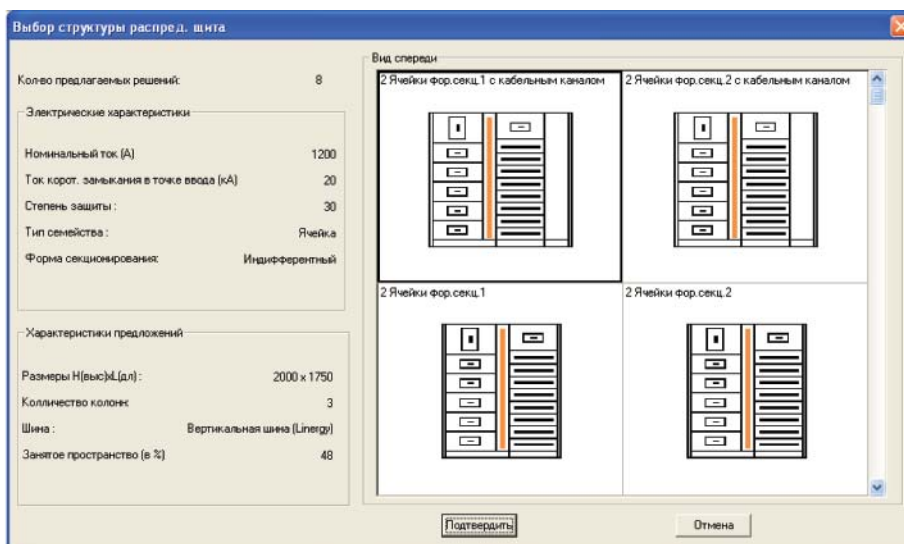

Рис. 68
- ф) вызываем команду **Помощник**→**Выбор структуры распред. щита**. Программа предлагает нам подходящее кол-во шкафов (рис. 68).